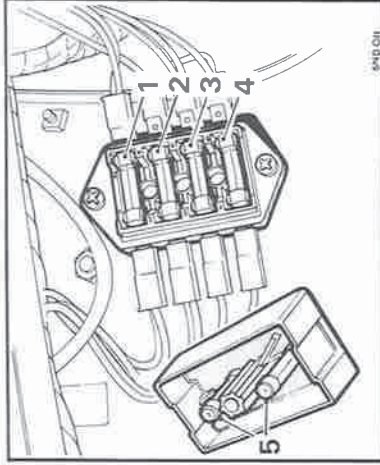

Fig. 1
- Der Sicherungskasten (Fig. 1) befindet sich etwa in der Mitte des Motorraums. Die Sicherungen können durch Öffnen des Deckels freigelegt werden.